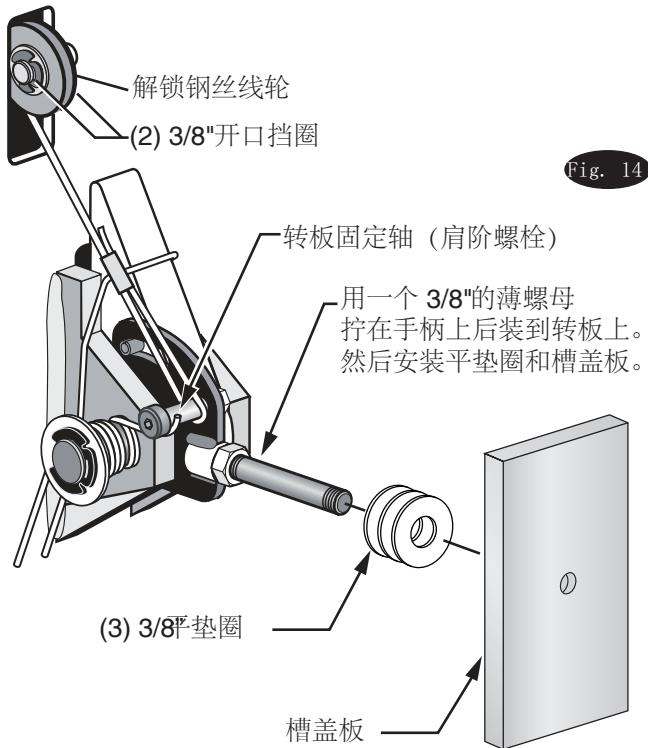

Fig. 14
- A) 在安装好线轮后, 将解锁钢丝绳一头套在转板固定轴上, Fig. 14。
- B) 将解锁钢丝绳另一头通过线轮穿到主动侧立柱内侧。确保解锁钢丝绳在线轮下方的槽内, Fig. 14。
- H) 这时必须先安装主动侧的解锁手柄, 薄螺母和主动侧锁罩壳Fig. 14 & Fig. 17。手柄上装上胶木球 Fig. 17。